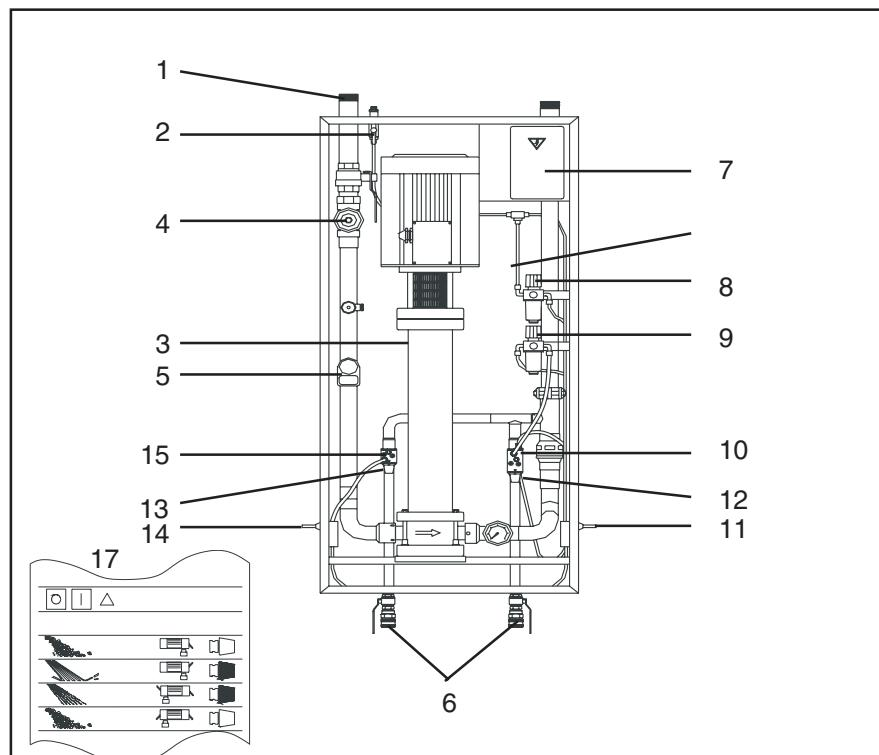

Fig. 6
**S4000 DF, S4000 DFU, S4100 DF, S4100 DFU**, (Fig. 6, ohne User Pack\*). Ausstattung: Spül- und Schaumfunktion sowie Spray- und Schaumdesinfektion.